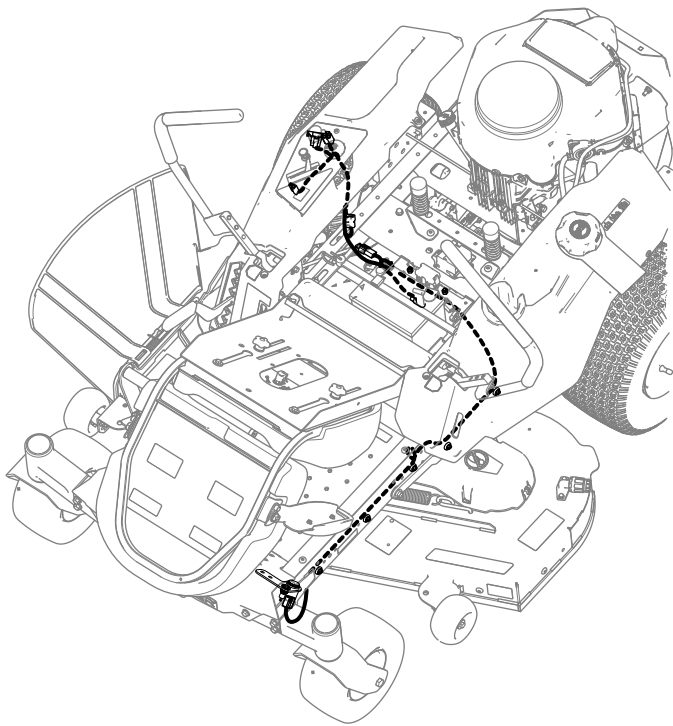

Figure 12
1. Faites passer le faisceau de câblage sous la traverse, sous le réservoir de carburant et le long du longeron de cadre gauche jusqu'au support (Figure 12). Utilisez les aimants pour fixer le faisceau de câblage à la machine, à l'écart des pièces mobiles.